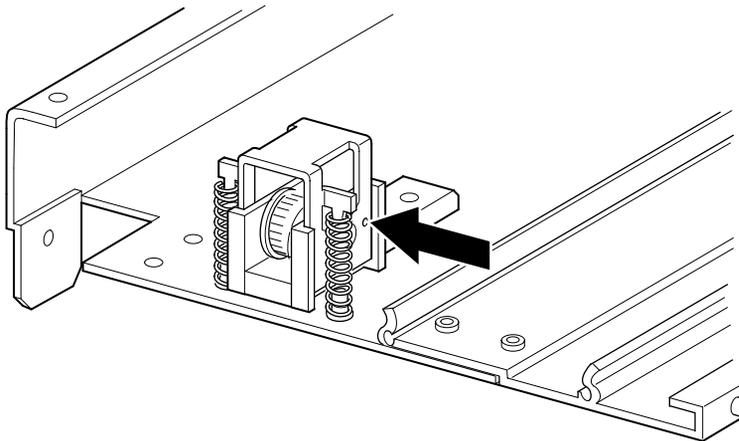

Figure 2-16. Point zéro du tendeur et de la poulie libre
2. Insérez un trombone de grande taille dans les trous. Cela place la poulie libre en position zéro (voir la Figure 2-16).